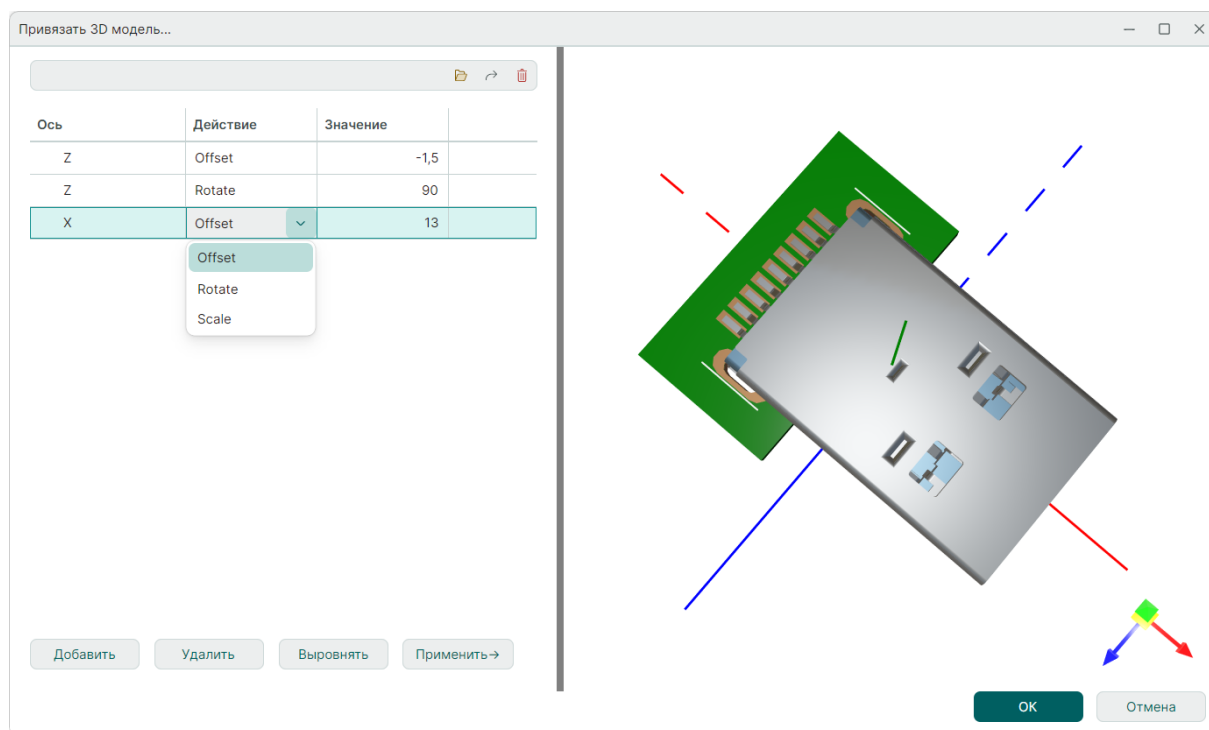

Рис. 165 Внешняя 3D модель, привязанная к выбранному посадочному месту
7. В случае когда автоматическое выравнивание не дает требуемого результата, необходимо создать цепочку операций вручную, см. Рис. 165.